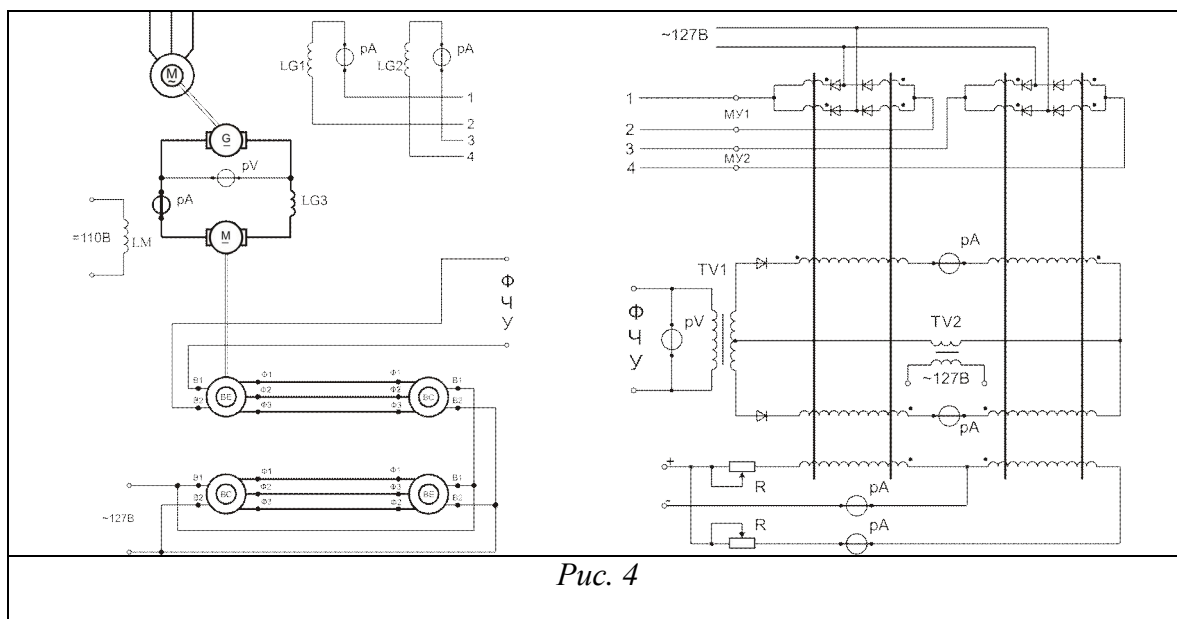

Рис. 4
4. Определить состав схемы (рис. 4), найти элементы схемы на щите. Собрать схему, проверить работу сельсинов и двигателя, настроить схему. Продемонстрировать работу